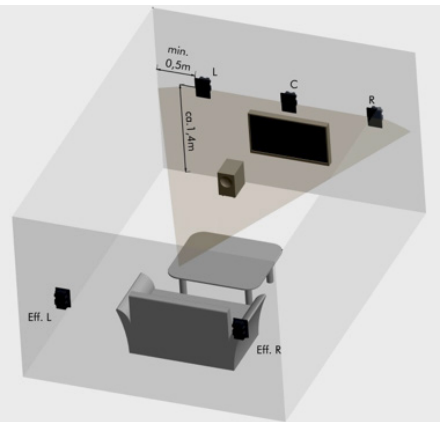

Abb. 2
- 4) Werden Sie sich im Klaren darüber, ob Sie eine Surround-Installation oder eine reine Stereo-Installation realisieren wollen. Bei einer Surround-Installation (Abb. 2) benötigen Sie mindestens fünf Lautsprecher (Hauptlautsprecher links „L“, Hauptlautsprecher rechts „R“, Center-Lautsprecher „C“, Effekt-Lautsprecher links „Eff. L“ und Effekt-Lautsprecher rechts „Eff. R“). Die folgenden zwei Bilder zeigen einerseits eine typische Stereo-Installation, andererseits eine typische Surround-Installation. Halten Sie sich bitte in etwa an die in den Bildern empfohlenen Maße.